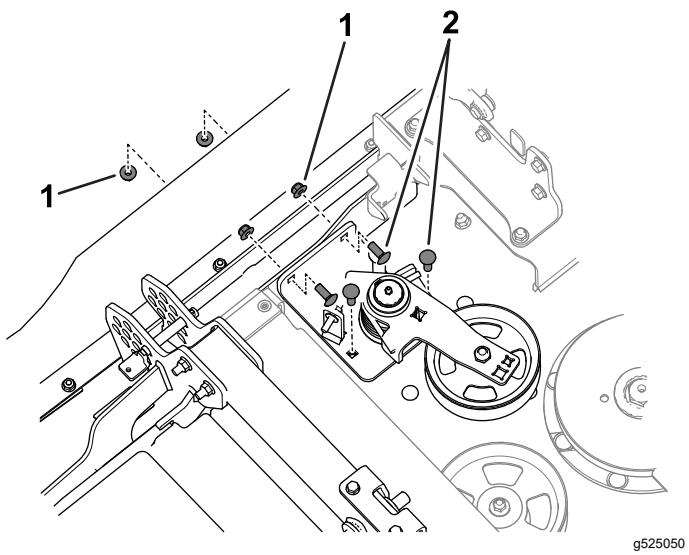

Figura 3
3. Rimuovete i bulloni a testa tonda e i dadi che fissano il gruppo tenditore all'apparato di taglio (**Figura 3**).